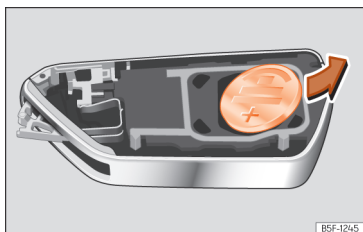

Рис. 72 Ключ автомобіля: виймання батарейки
- Витягніть батарейку підходящим тонким предметом >>> **рис. 72**.
- Уставте нову батарейку у відсік >>> ①.